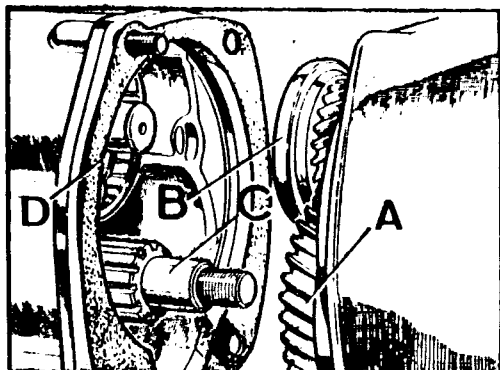

Fig. C-76 Posición del cárter de embrague
- 1.10. Mantener el eje intermediario en su posición y separar el cárter de embrague, teniendo cuidado de recoger el engranaje de toma constante, A (Fig. C-76) y la pieza cónica separadora.